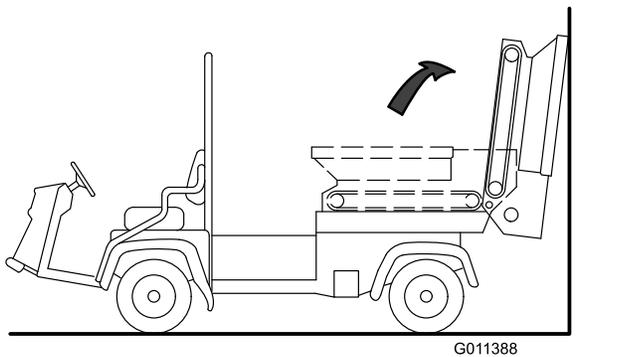

图33
5. 向后转动料斗并倚靠到墙壁、梯子等物体上面。不要将料斗靠着机器后部放置因为这样可能会损坏刷子或液压接头 图33。
重要事项 确保料斗翻转超过中心线和/或固定到墙壁或柱子上防止其意外跌落到工作区 图33。